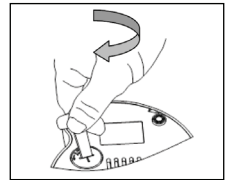

Bild 4
4. Setzen sie den deckel und im uhrzeigersinn drehen uhr, sicherzustellen, dass der deckel richtig gehalten Bild 4.